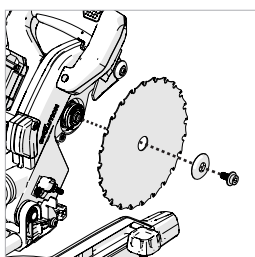

Fig. 19
- Usando la llave Allen suministrada, suelte el perno de la brida y la brida exterior de la hoja y la hoja del eje. (**Fig. 19**)